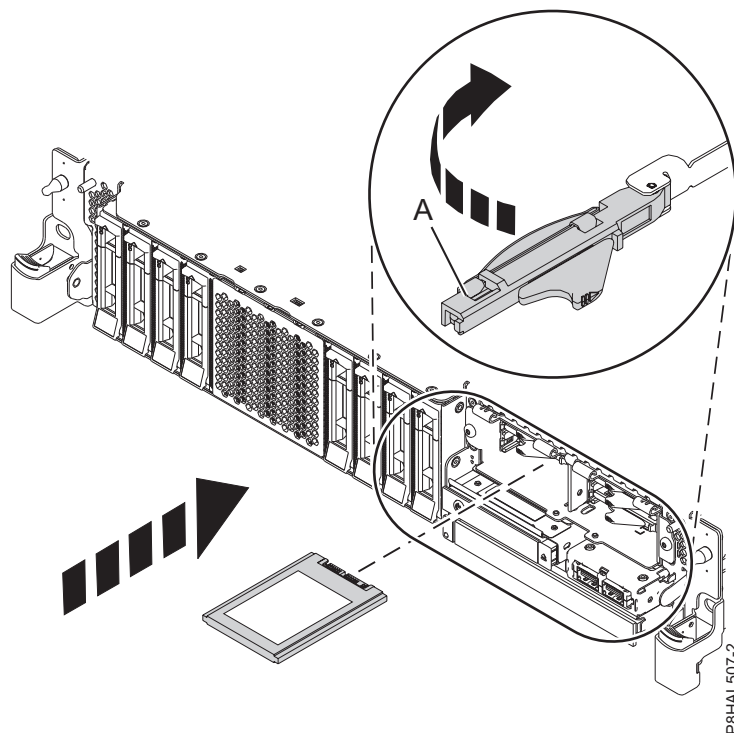

Figura 80. Substitució d'una SSD en un sistema de funció expandida
15. Amb la nansa del compartiment d'unitats SSD (A) en posició desbloquejada, feu sortir la palanca per poder accedir a les guies de la ranura SSD. Agafeu la part inferior de l'SSD mentre l'alineeu amb les guies de la ranura SSD. Consulteu Figura 80 a la pàgina 83.
20. Bloquegeu la unitat fent girar la nansa del compartiment (A) en la direcció que es mostra a Figura 80 a la pàgina 83.